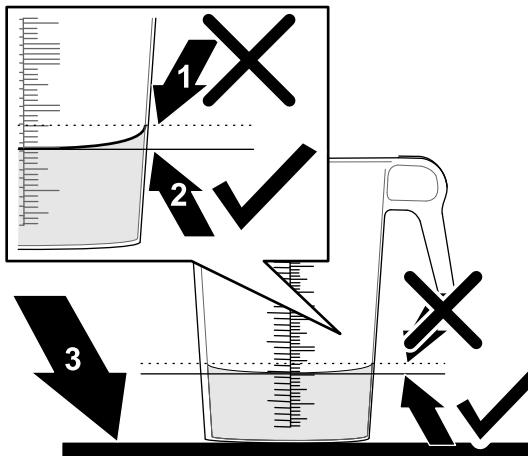

Figura 42
6. Ponga el recipiente graduado en una superficie nivelada y observe el volumen de fluido (Figura 42).